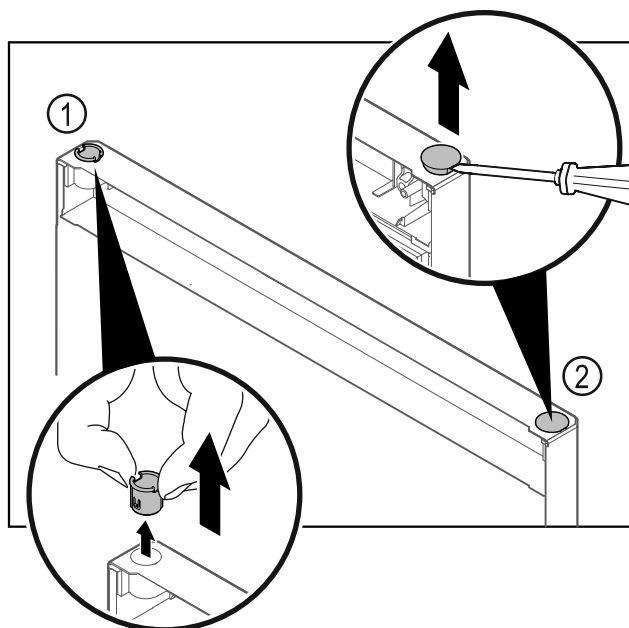

Fig. 22 冷藏区门
- ▶ 用手指拔出合页衬套 Fig. 22 (1)。
- ▶ 用带槽螺丝刀小心撬起盖塞 Fig. 22 (2) 并将其拔出。